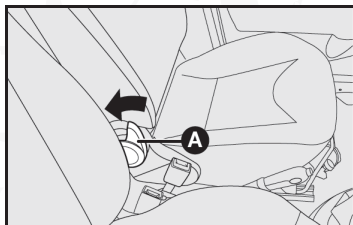

fig. 7
- Gire la perilla A-fig. 7 en el sentido indicado en la flecha (hacia atrás), manteniéndola accionada, incline el respaldo hacia el frente, hasta que alcance al final de su recorrido.